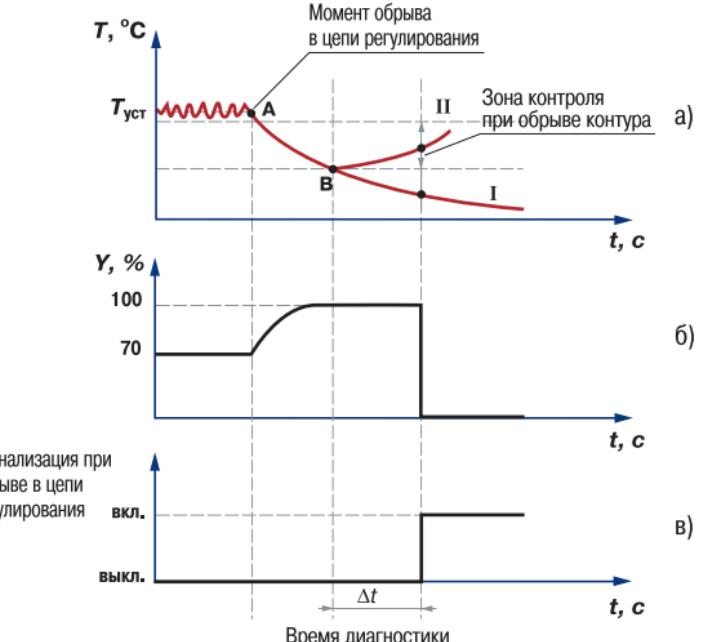

Рис. 13
3.2.8.3.3. Приведем пример срабатывания устройства диагностики обрыва контура (рис. 13).
В точке **A** нагреватель вышел из строя, и температура начинает уменьшаться (рис. 13, а). Регулятор увеличивает выходной сигнал (рис. 13, б), контролируя отклик системы. Поскольку температура продолжает уменьшаться, рассогласование растет, и значение Y достигает 100 %. В момент достижения $Y = 100 \%$ (точка **B**) прибор начинает отсчет «времени диагностики обрыва контура» Δt .
Если по истечении этого времени температура продолжает уменьшаться, сигнализация срабатывает (кривая I на рис. 13, а). Если температура стала расти, но за время Δt изменение температуры не превысило «ширину зоны диагностики обрыва контура» (кривая II на рис. 13, а), сигнализация также срабатывает (рис. 13, в).